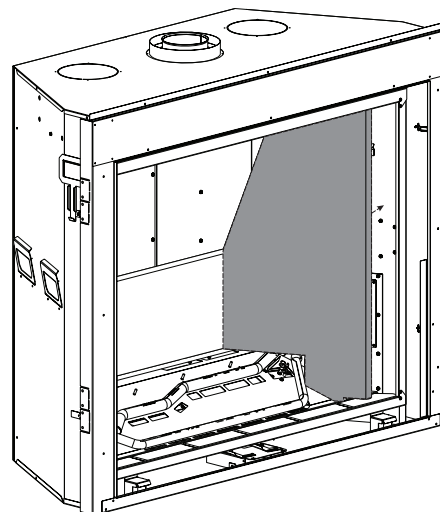

Figure 72
4. Retirer le panneau droit de doublage. Voir Figure 72.